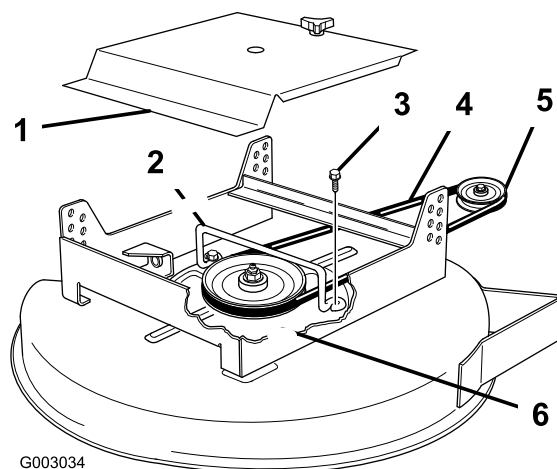

Figure 44
4. Enlevez les deux boulons à embase qui fixent le guide de courroie en haut du plateau de coupe, et enlevez le guide de courroie (Figure 44).
6. Installez la courroie de transmission neuve autour de la poulie d'entraînement sur le groupe de déplacement et de la poulie d'axe (Figure 44).
7. Montez le guide de courroie sur le plateau de coupe avec les deux boulons à embase. Les boucles formées doivent être face à l'arrière de la tondeuse (Figure 44).
10. Montez le couvercle sur le plateau de coupe, puis serrez le bouton (Figure 44).